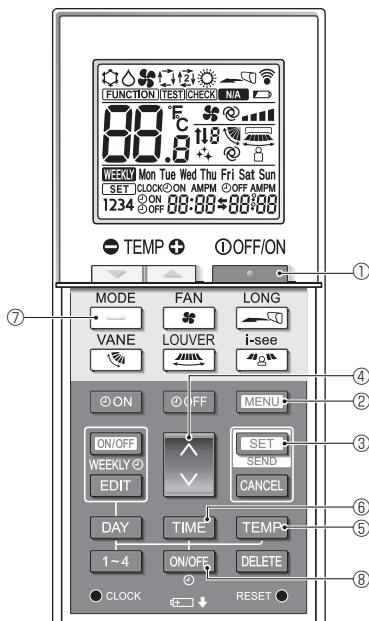
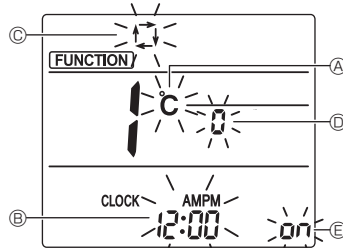

Fig. 6-9
Fig. 6-10
1. Druk op de toets [STOP] ① om de airconditioner te stoppen.
2. Druk op de toets [MENU] ②. Het functie-instellingsscherm wordt weergegeven en het functienummer A knippert. (Fig. 6-9)
- Druk op de toets ↓ ④ om het functienummer te wijzigen.
3. Controleer of functienummer 1 wordt weergegeven en druk op de toets [SET] ③. Het scherm voor het instellen van de weergave wordt weergegeven. (Fig. 6-10)